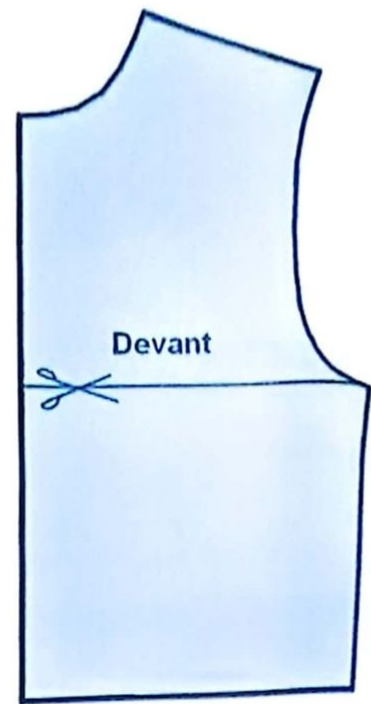

FIG. 4
- 1) Relevez le patron de base du corsage N°1 (fig.4).